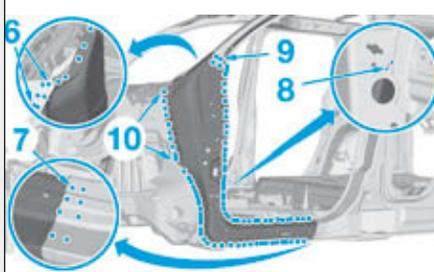

FIG.73
- par points bouchons MAG en (6) et (7) puis meuler les points de soudure (Fig.73),
- par cordons MAG en (8),
*Ne pas meuler les cordons MAG en (8).
- par points électriques en (9) et (10).*